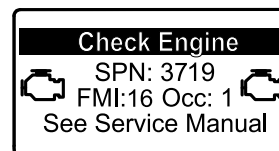

Figura 43
- Se è necessaria una rigenerazione parcheggiata, viene visualizzata un'avvertenza motore nell'InfoCenter SPN 3719, FMI 16 (Figura 43) e il computer riduce la potenza del motore all'85%.